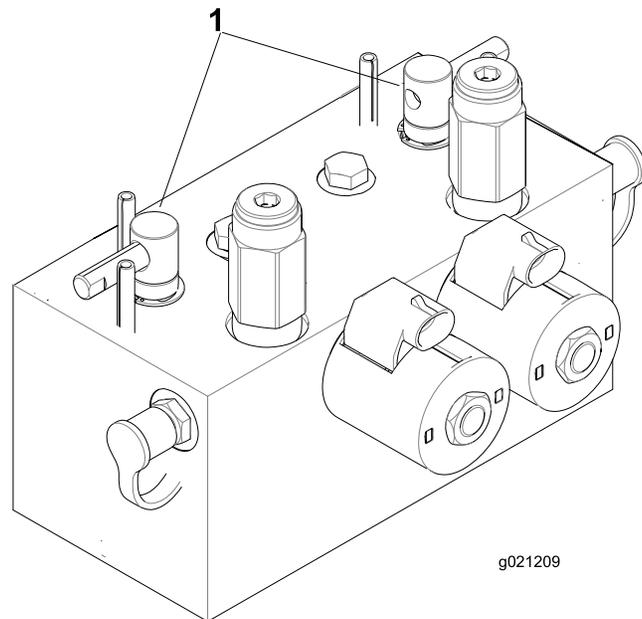

図 107
2. ラッチのロックを外してフードを開けるとバックラップレバーが見える 図 107。
5. バックラップレバーで、前のカッティングユニット又は後ろのカッティングユニット、あるいは両方を選択する 図 107。